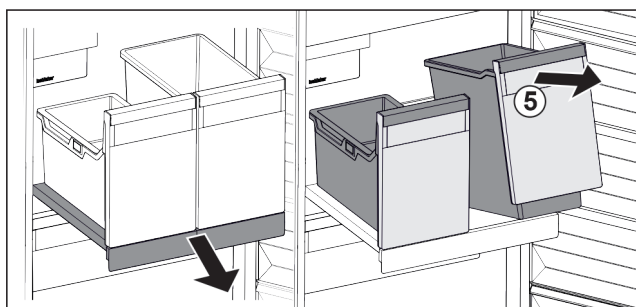

Fig. 99
- Unieść pojemnik Fig. 99 (5) z przodu.